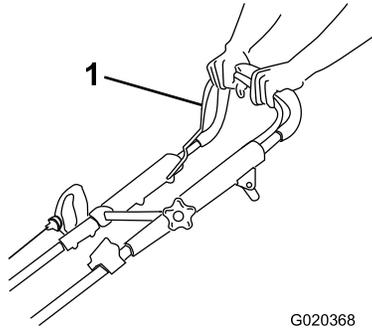

Figura 17
1. Sujete la barra de control de la cuchilla (Figura 17) contra el manillar.